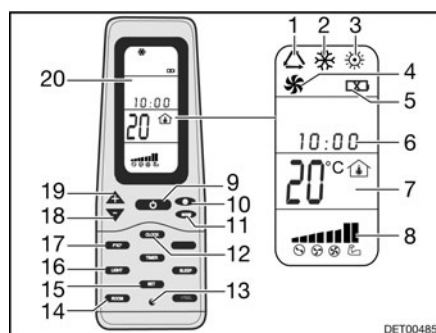

Fig. 170 Mando a distancia
- Pulsar la tecla ON/OFF (Fig. 170,9).
- Pulsar la tecla "Mode" (Fig. 170,11) las veces que sean necesarias hasta que se visualice el modo de funcionamiento deseado (Fig. 170,1, 2, 3 ó 4) en el display (Fig. 170,20).
- Ajustar la temperatura deseada con las teclas "+" (Fig. 170,19) y "-" (Fig. 170,18).
- Seleccionar la etapa deseada del ventilador con la tecla Velocidad del ventilador (Fig. 170,10).